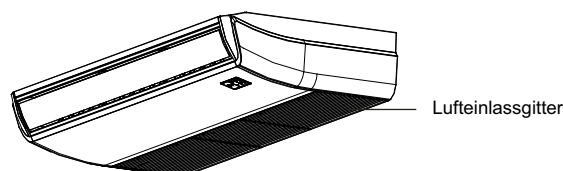

Abb.6-1
- Öffnen Sie das Lufteinlassgitter mit einem Schraubendreher oder etwas ähnliches (siehe Abb. 6-1)